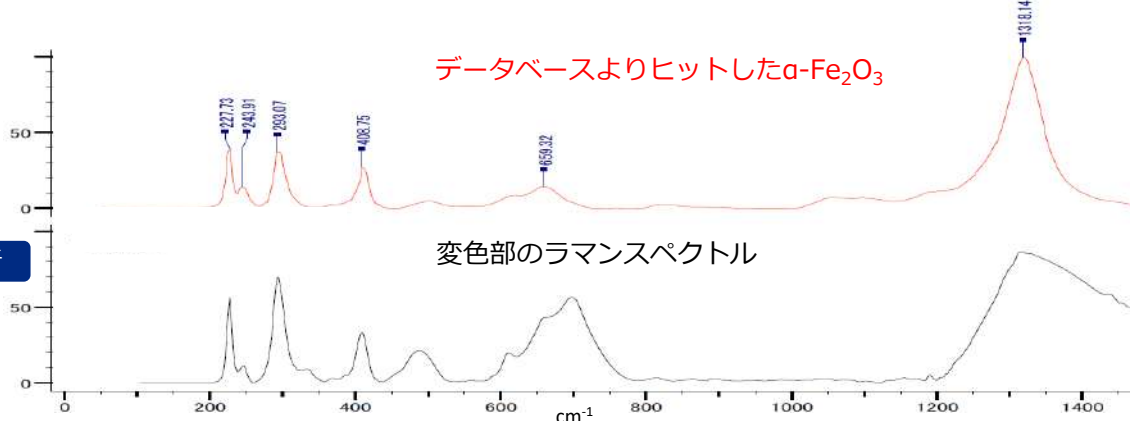

Fig.6 変色部のラマンスペクトルとデータベース検索結果
- 極一部をラマン分光にてスペクトルを測定した結果、その箇所では α - Fe_2O_3 (ヘマタイト)を含むことがわかりました(Fig.6)。